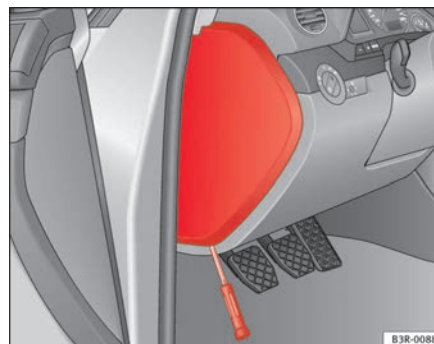

Abb. 185 Links in der Instrumententafel: Abdeckung des Sicherungskastens
- Nehmen Sie den Sicherungsdeckel mit Hilfe eines Schraubendrehers ab ⇒ Seite 255, Abb. 185.